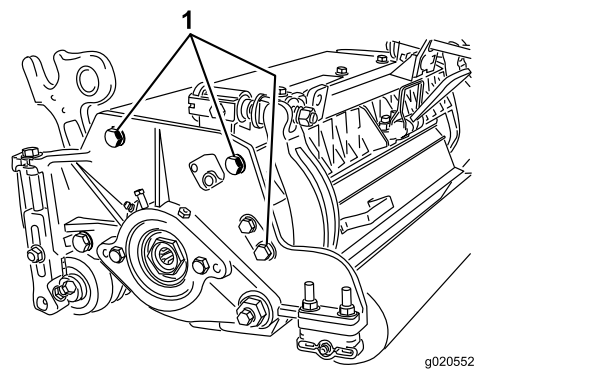

Figura 12
**Nota:** La posizione del rullo posteriore rispetto al cilindro è controllata dalle tolleranze di lavorazione dei componenti assemblati e la messa in parallelo non è quindi necessaria. Un livello di regolazione minimo è possibile regolando l'apparato di taglio su un piano di riscontro e allentando le viti di montaggio a testa cilindrica della piastra laterale (Figura 12). Regolate e stringete le viti a testa cilindrica. Serrate le viti a testa cilindrica a 27 - 36 N·m.